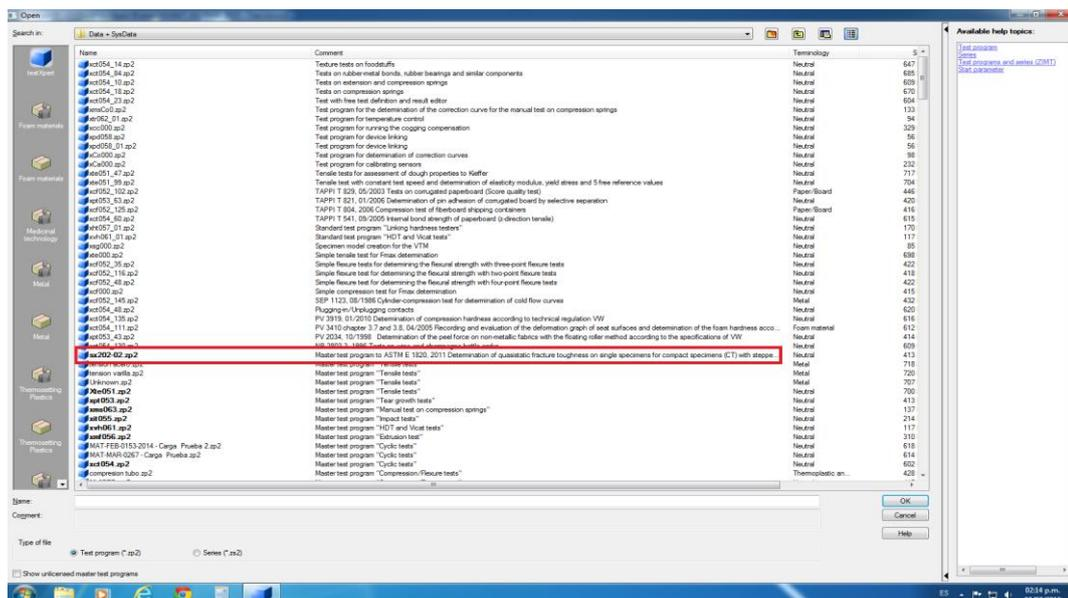

Fig.A3 Ventana de selección de plantilla
3. Cargar el Software TestXpert II. Al cargar se selecciona la plantilla de trabajo **sx202-02.zp2: Master test program to ASTM E 1820 2011. Determination of quasistatic fracture for compact specimens** (Fig. A3)